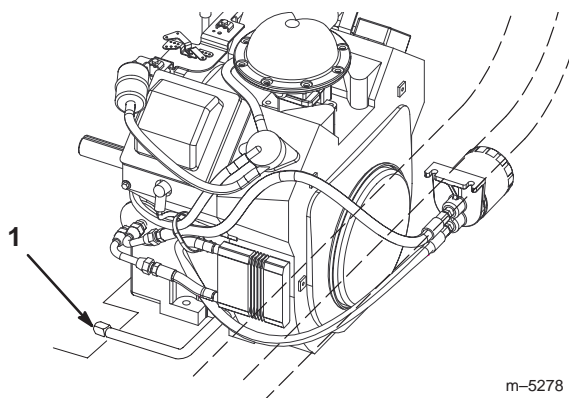

Bild 57
3. Stellen Sie ein Auffanggefäß unter die Verschluss-schraube. Entfernen Sie die Verschluss-schraube (Bild 57).